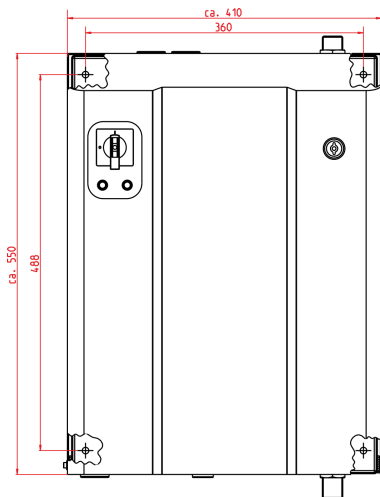

Fig. 1 : Montage mural : Lub-O-Mat Eco
2. ➤ Utiliser une règle pliante pour mesurer les dimensions mentionnées dans Fig. 1 pour les trous de forage.